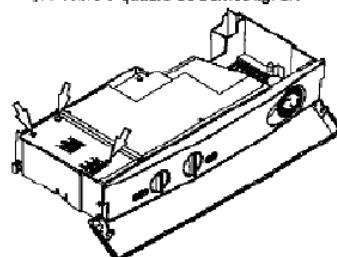

fig. 8.1
- 7 Desapertar os parafusos e remover a tampa que cobre o quadro de bômes fig. 8.1